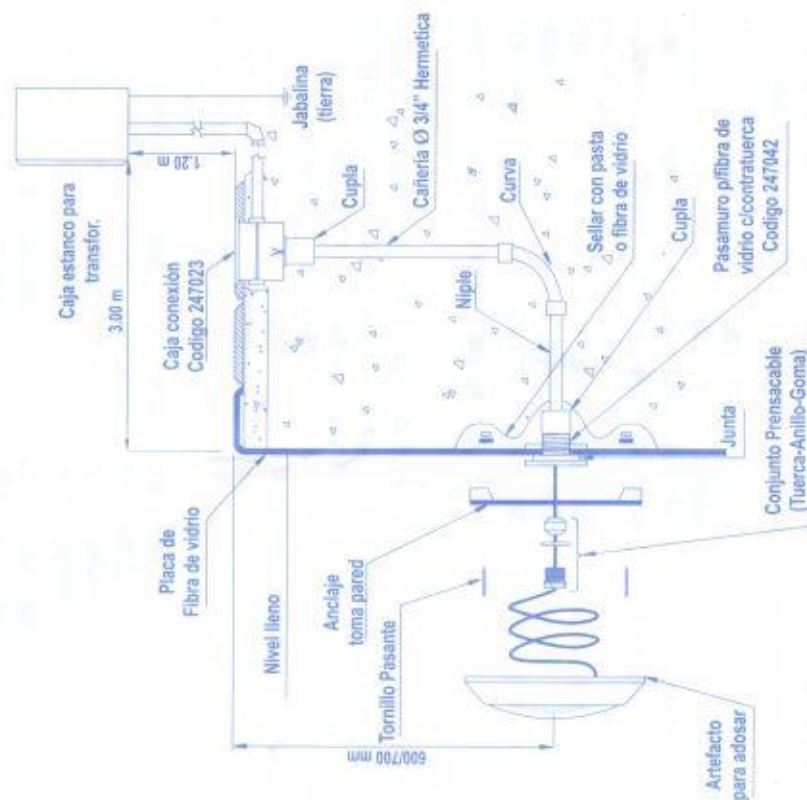

Fig. 3 - Instalación Fibra de vidrio
- La placa toma pared se sujetara con tornillería pasante c/tuerca de bronce o de acero inoxidable. (ver Fig. 3)